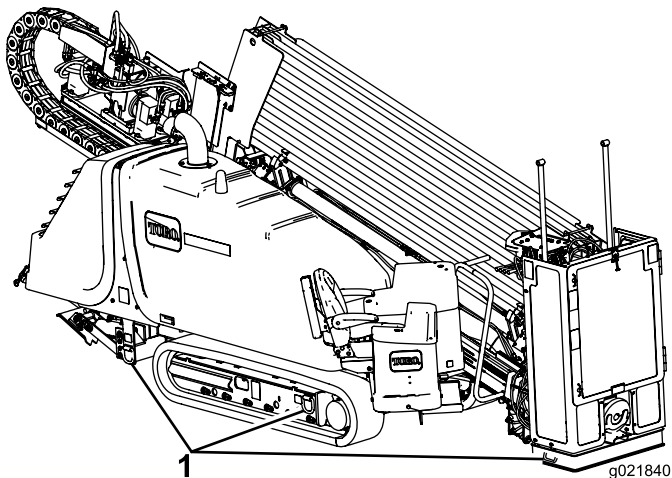

Bild 73
8. Verwenden Sie geeignete Ketten und Beschläge, um die Ringe am linken und rechten Kettenrahmen sowie die Verankerungsplatte auf dem Anhänger zu befestigen (Bild 73).